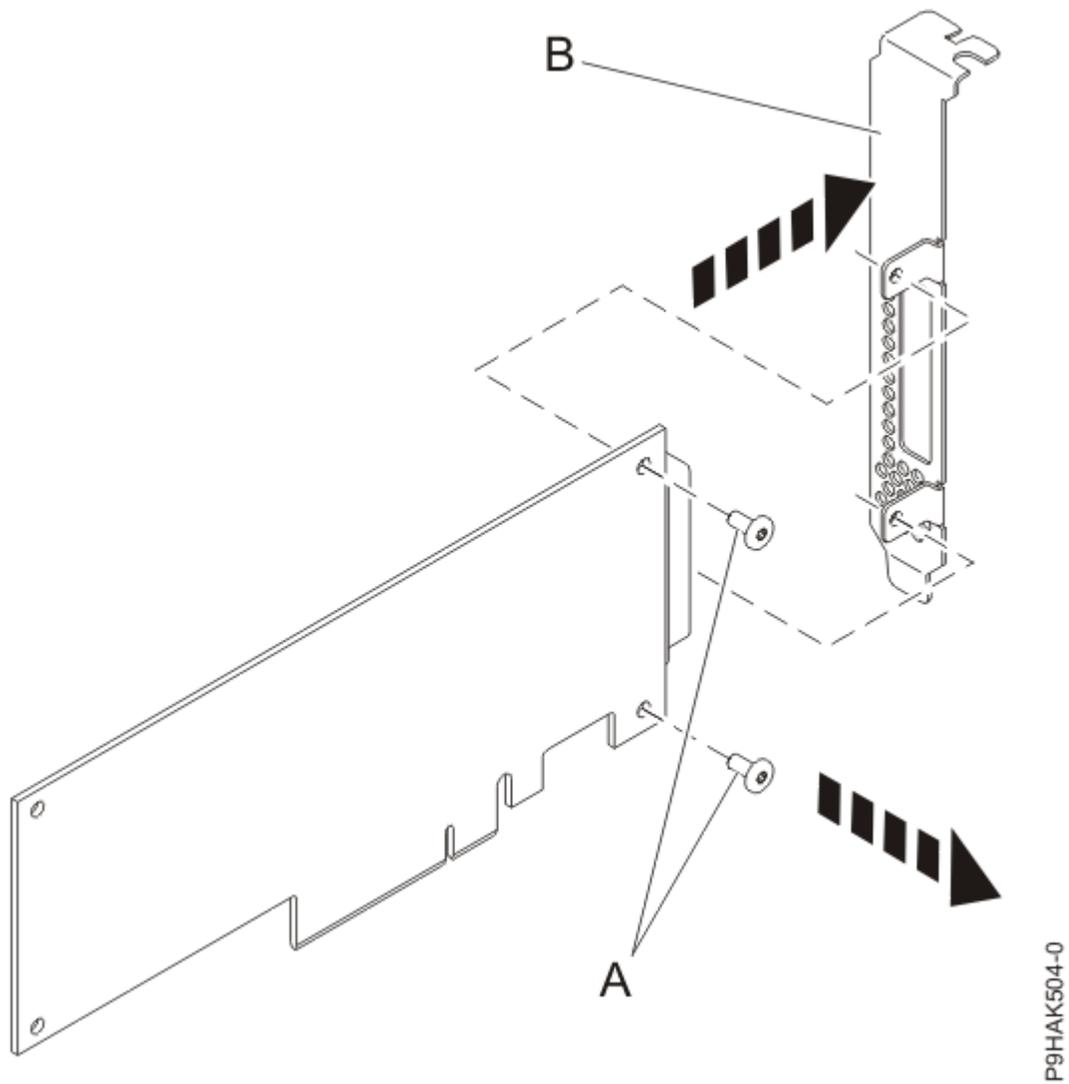

Figura 38. Remover um contraponto de perfil elevado de um novo adaptador
- Utilize uma chave de fendas Phillips, desaparafuse os dois parafuso de fixação **(A)** que ligam o contraponto de perfil elevado **(B)** ao novo adaptador, como demonstrado na Figura 38 na página 56.